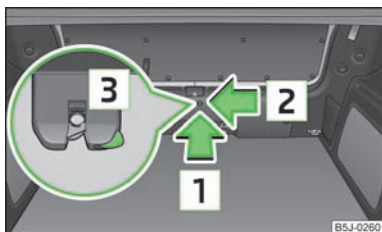

Fig. 17
- Insira uma chave de parafusos ou uma ferramenta semelhante na abertura do revestimento no sentido da seta **1** » Fig. 17 até ao batente.